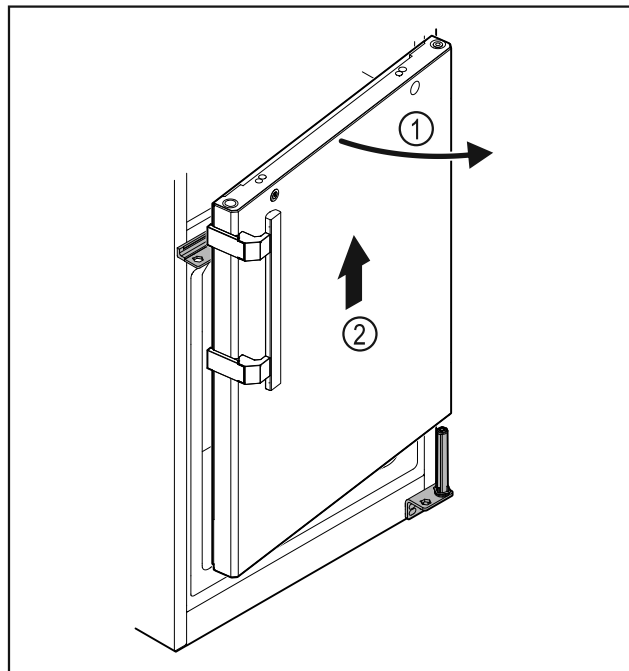

Fig. 33
- ▶ Avage veidi ust Fig. 33 (1), tõstke umbes 200 mm otse ülespoole ja võtke maha Fig. 33 (2).